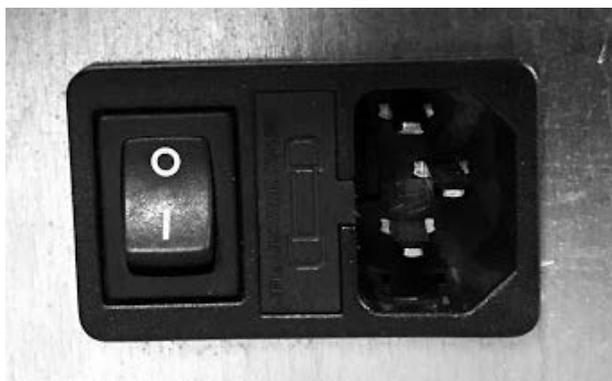

Fig. 36 - Prise électrique avec interrupteur général
- Brancher le câble d'alimentation avant sur le dos du poêle (voir **Fig. 36**), puis à une prise murale.
- L'interrupteur général 0/I (voir **Fig. 36**) ne doit être activé que pour allumer le poêle ; si ce n'est pas le cas, il est conseillé de le tenir éteint.